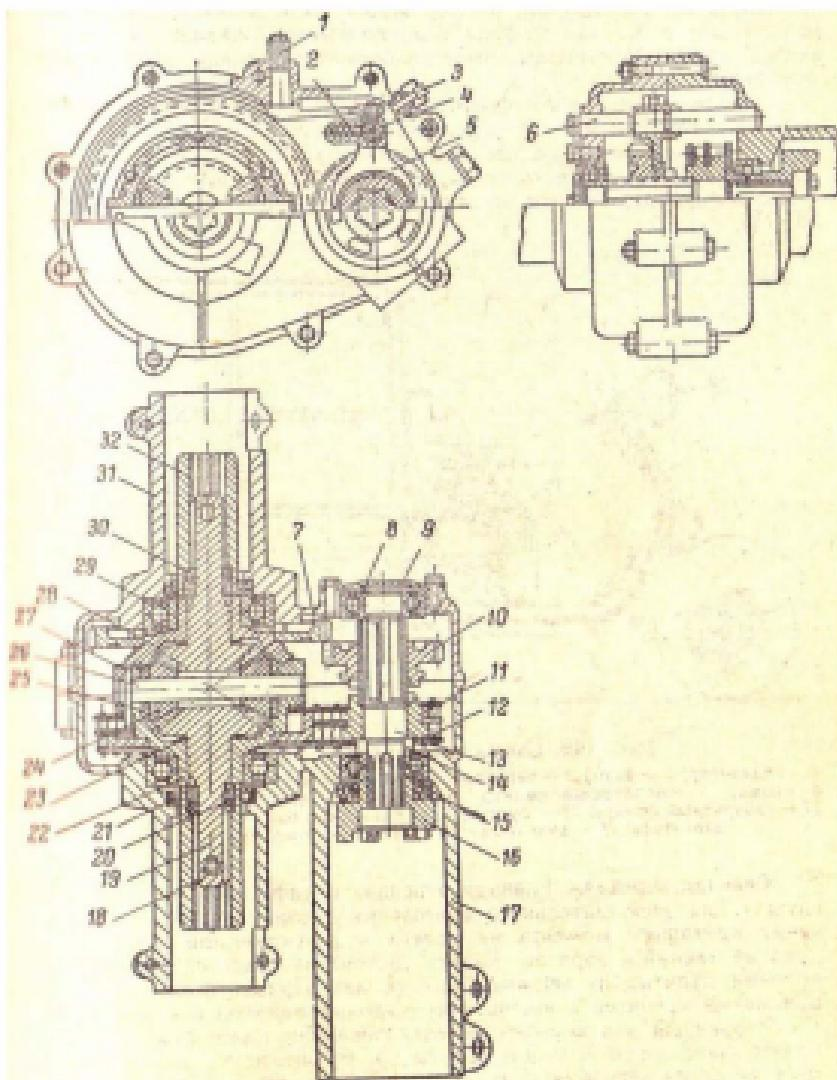

Рис. 149. Главная передача грузового мотороллера „Витязь”:
**Главная передача.** Главная передача и дифференциал (рис. 149) служат для дополнительного понижения числа оборотов, распределения крутящего момента на колеса и переключения с переднего хода на задний и обратно. Картер состоит из левой 31 и правой 17 половин, отлитых из алюминиевого сплава. Правая половина думя приливания крепится к кронштейну задних валиков и к двигателю.